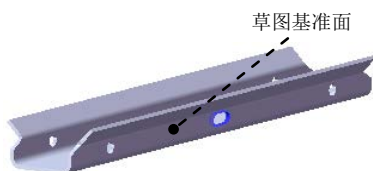
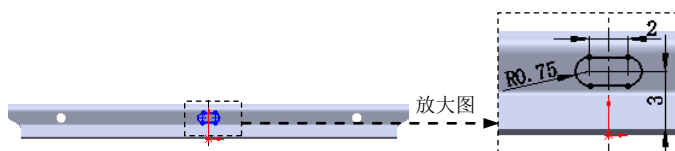

图 13.3.9 切除—拉伸 3
图 13.3.10 横断面草图
Step6. 创建图 13.3.9 所示的切除—拉伸 3。选择下拉菜单 **插入(I)**  **切除(C)**  **拉伸(E)...** 命令; 选取图 13.3.9 所示的模型表面作为草图基准面, 绘制图 13.3.10 所示的横断面草图; 在 **方向1** 区域的  下拉列表中选择 **完全贯穿** 选项, 选中 ☒ **正交切除(N)** 复选框。单击  按钮, 完成切除—拉伸 3 的创建。